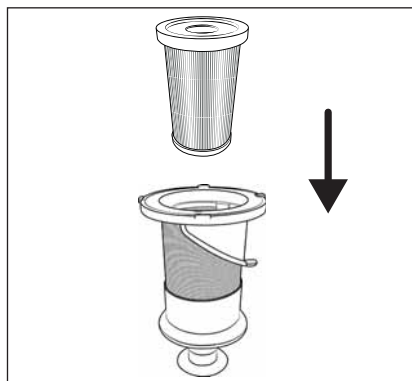

Fig. 24
- 7) Sæt EPA-filteret **5** ind i filteret af rustfrit stål **6** (se fig. 24).